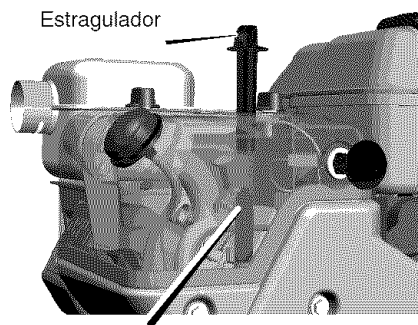
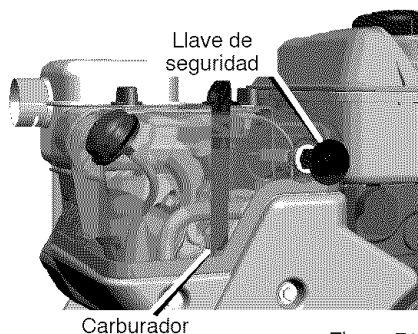

Figura 70
Figura 71
8. Conecte el estrangulador a la varilla del estrangulador en el carburador (Figura 70 y Figura 71). Asegúrese de que el estrangulador esté instalado correctamente. Si no lo está, el estrangulador no funcionará.